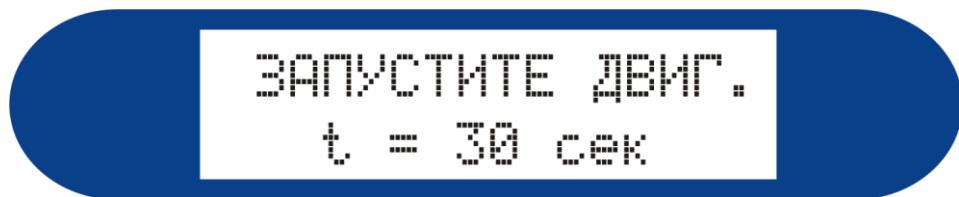

Рисунок 10
8. Нажмите кнопку <START>. На экране появится надпись: «ЗАПУСТИТЕ ДВИГ.», под надписью начнется отсчет времени (рисунок 10).